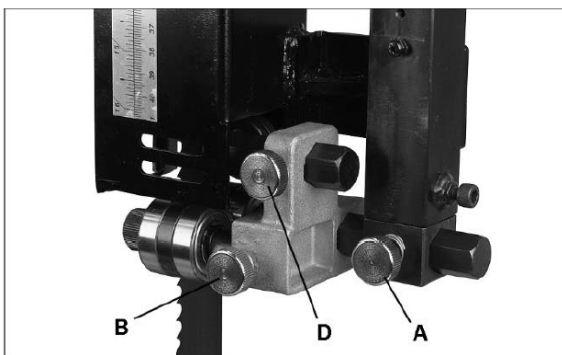

Рисунок 7-15
4. Ослабьте фиксатор (A, рис. 7-15).
### **ВЕРХНИЙ УПОРНЫЙ ПОДШИПНИК** См. рис. 7-15 и 7-16.